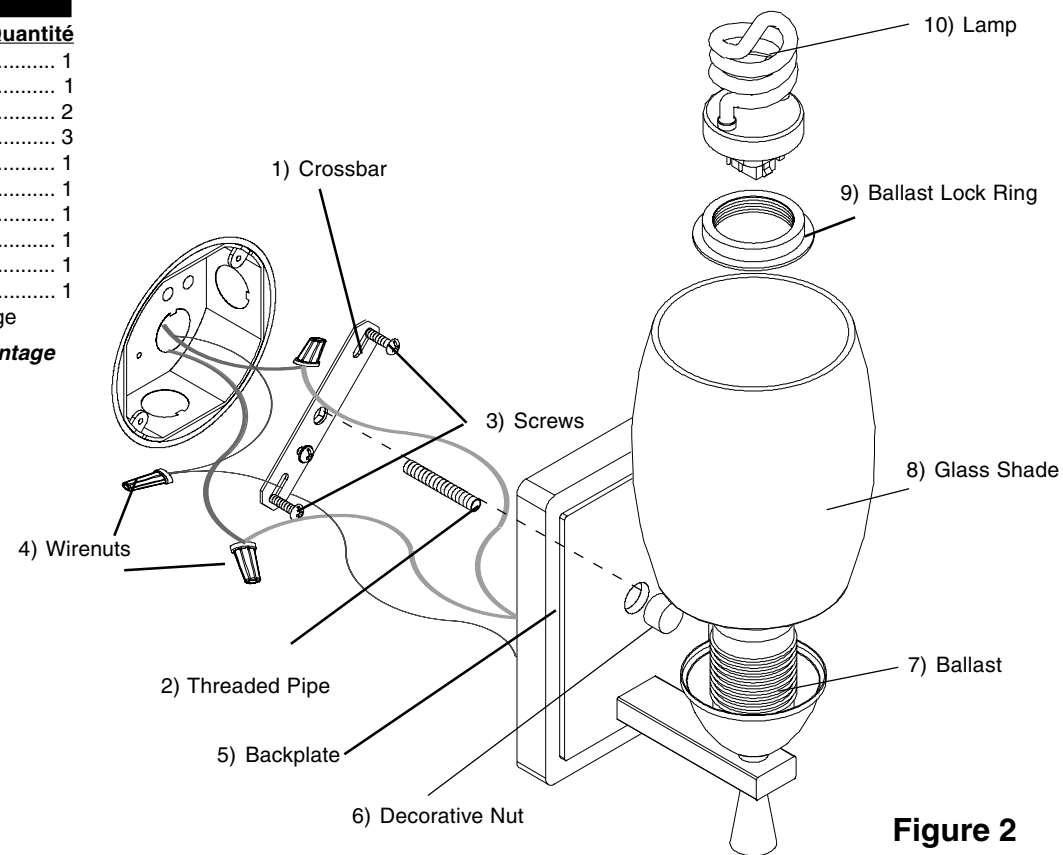

Figure 2
2. Thread Threaded Pipe (2) about 1/4" into center of Crossbar (1).
3. Insert screws (3) into slots in Crossbar (1) and attach the Crossbar to your junction box. See Fig. 2.
4. With the power turned off, hold the fixture firmly and connect the green ground wire from the fixture to the bare copper ground wire from the junction box using a Wirenut (4). (If house wiring does not include a ground wire, consult your local electrical code for approved grounding methods). See Fig. 2.
5. Use Wirenuts (4) to connect black fixture wire to the black power supply wire and white fixture wire to the white power supply wire. See Fig. 2.
7. Align hole in Backplate (5) over Threaded Pipe in Crossbar and secure fixture in place with Decorative Nut (6).
8. Unscrew Ballast Lock Ring (9) from the Ballast (7).
9. Place the Glass Shade (8) over the Ballast (7) and reinstall the Ballast Lock Ring (9).
10. Insert the Lamp (10). See Fig. 2.
2. Enrosque el Tubo Roscado (2) a como 1/4" en el centro de la Barra Transversal (1).
3. Inserte los tornillos (3) en las ranuras en la Barra Transversal (1) y ate la Barra Transversal a su caja de ensambladura. Vea Fig. 2.
4. Con la electricidad apagada, sostenga el luminario firmemente y conecte el alambre verde de conexión a tierra del luminario al alambre de cobre descubierto de conexión a tierra de la caja de ensambladura usando un Capuchón de Alambres (4). (Si el alambrado de la casa no incluye un alambre de conexión a tierra, consulte su código eléctrico local para métodos de hacer tierra aprobados). Vea Fig. 2.
5. Use Capuchones de Alambres (4) para conectar el alambre negro del luminario al alambre negro de suministro de electricidad y el alambre blanco del luminario al alambre blanco de suministro de electricidad. Vea Fig. 2.
7. Alinee el agujero en la Placa Posterior (5) sobre el Tubo Roscado en la Barra Transversal y asegure el luminario en su lugar con la Tuerca Decorativa (6).
8. Desenrosque el Anillo de Cerradura del Balastro (9) del Balastro (7).
9. Coloque la Pantalla de Cristal (8) sobre el Balastro (7) e instale de nuevo el Anillo de Cerradura del Balastro (9).
10. Inserte la Lámpara (10). Vea Fig. 2.